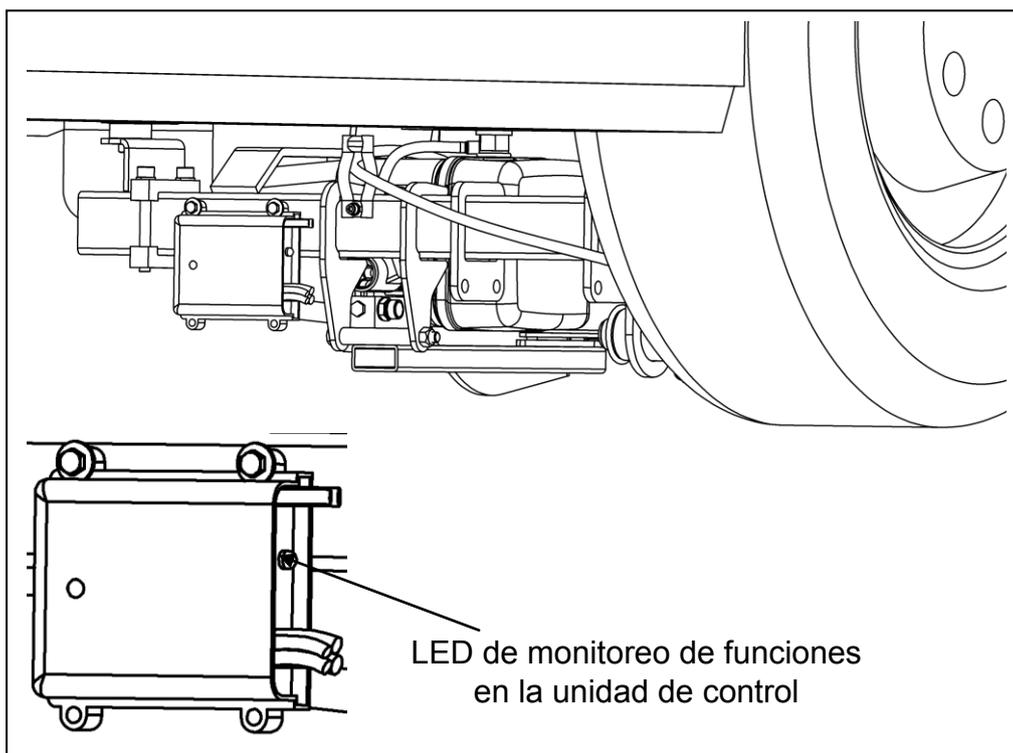

Fig. 86
*** Si es accionado un elemento de control (panel de control, interruptor de palanca, botón pulsador de control remoto o interruptor de pie), el LED de control destella (vea la Fig. 86).